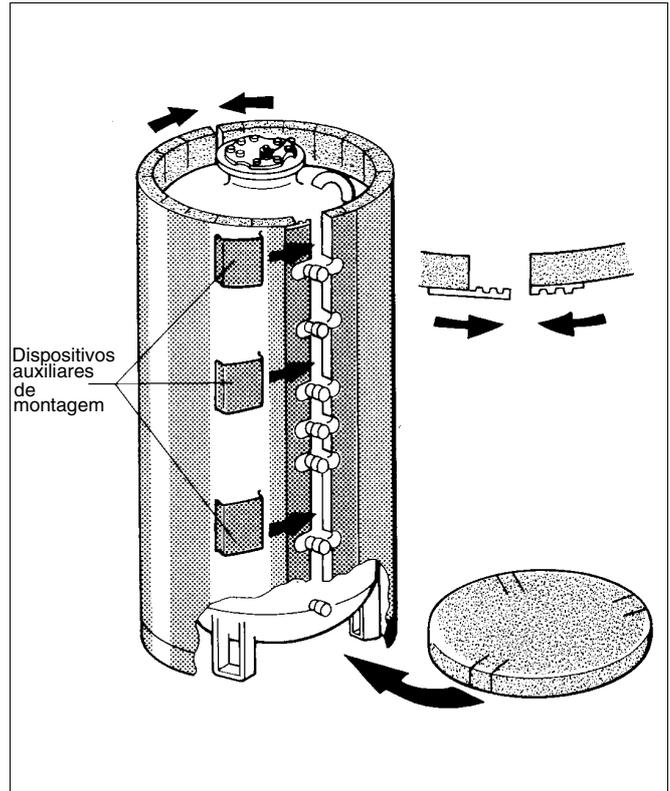

Fig.7
- Colocar o disco de isolamento térmico encaixado com as fendas no chão na área dos pés do termoacumulador (fig. 7).
Primeiro, fechar a régua de fecho dos cabos de ligação e segurar com os dispositivos auxiliares de montagem (calha em U) (fig. 7).
- Colocar o manto de isolamento térmico à volta do corpo do reservatório de modo a que a distribuição dos furos corresponda exactamente às ligações (fig. 7).